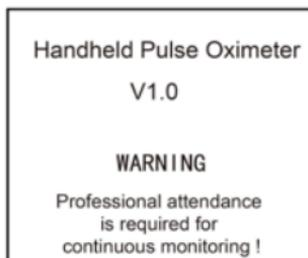

Figura 4.1
- Premere a lungo il tasto  "Accensione/Tasto sinistro per 1-2 secondi per accendere il pulsossimetro. Il pulsossimetro effettuerà un self-test, quindi verrà mostrato il messaggio di avvertimento "Professional attendance is required for continuous monitoring!" e la versione del software, come mostrato nella figura 4.1 (fare riferimento al vostro pulsossimetro per la versione corrente).